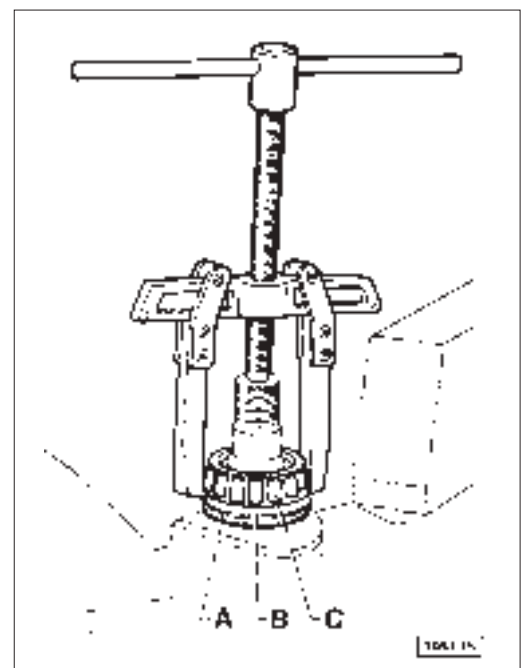

Fig. 15 - Démontage du roulement du levier central
- Toujours a l'aide d'un extracteur universel (fig. 15) déposer le roulement **C** et par la suite le disque **B** et l'anneau torique correspondant **A**.